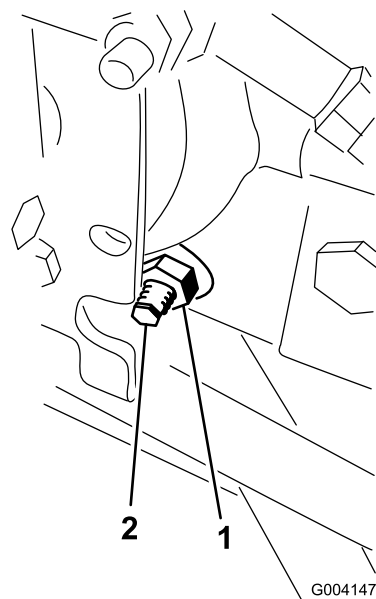

Figura 59
3. En el lado derecho del hidrostato, afloje la contratuerca de la leva de ajuste de tracción (Figura 59).